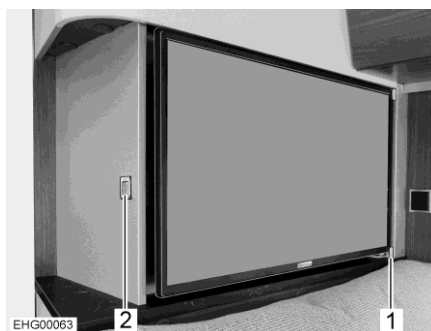

Fig. 87 Écran plat
L'écran plat est bloqué de côté par un rail de guidage (Fig. 87,1).
- Presser la touche de déverrouillage (Fig. 87,2).
- Tirer l'écran plat hors du rail de guidage (Fig. 87,1) dans la position souhaitée.
- Repousser l'écran plat jusqu'à ce qu'il s'enclenche latéralement dans le rail de guidage (Fig. 87,1).